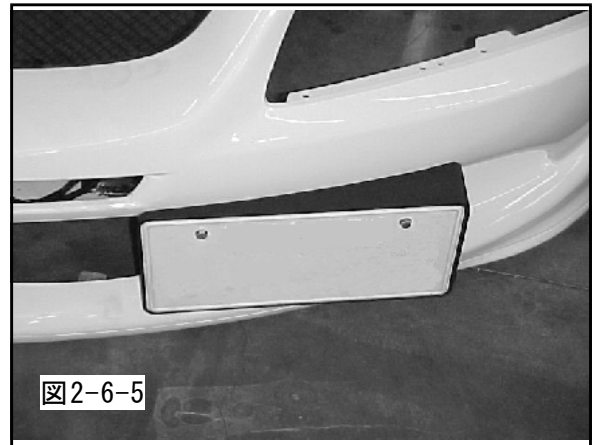

図2-6-5
(4) ライセンスプレートブラケットにライセンスプレートガーニッシュを取付け、図のようにフロントバンパAssyに当てて位置決めをし、ボルト穴を開ける場所に印をつけてください。(図2-6-5)
(5) 印をつけた位置にボルトM6が通るように穴を開けてください。
(7) フロントバンパセンタリーンホースメントをフロントバンパAssyに取付けしてください。
(8) ライセンスプレートガーニッシュを取付けてください。(図2-6-5)